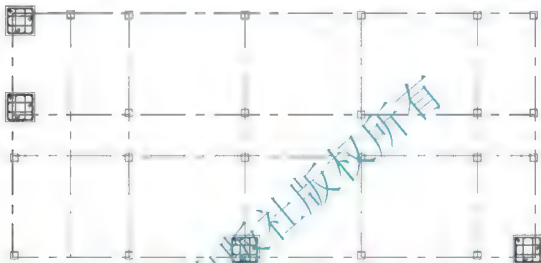

图 5.76 柱网平面布置图及柱配筋图
(2) 参照附图 2.6 绘制“柱网平面布置图及柱配筋图”, 如图 5.76 所示。